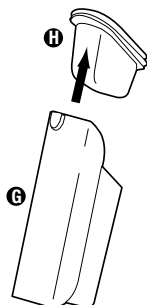

FIG. 5
Step 3: Remove dust cup filter **H** from the dust cup **G**, shake contents of dust cup into a waste container (Fig. 5).
Paso 3: Retire el filtro **H** del recipiente para polvo **G** y sacuda el contenido del recipiente para vaciarlo en el recipiente de residuos (Fig. 5).
3 Étape: Retirez le filtre **H** du bac à poussière **G**, secouez le contenu du bac dans une poubelle (Fig. 5).